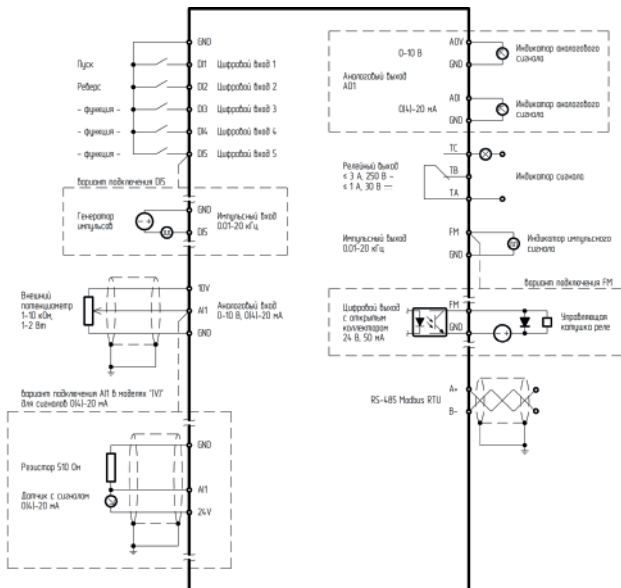

Рисунок 3 – Подключение управляющих клемм
14. В моделях, имеющих (V) на конце, для работы с токовым сигналом аналогового входа необходимо подключить резистор 510 Ом (входит в комплект поставки) согласно схеме подключения (рисунок 3)
AI1	Аналоговый вход. Работает по напряжению в диапазоне 0...10 В и по току в диапазоне 0-20мА (В моделях, имеющих (V) на конце, для работы с токовым сигналом аналогового входа необходимо подключить резистор 510 Ом (входит в комплект поставки) согласно схеме подключения (рисунок 3))